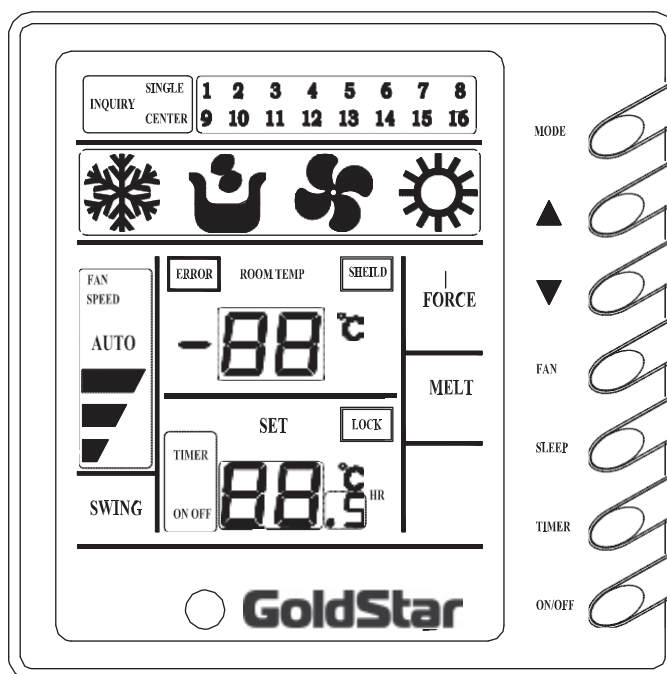

Рис. 7.19
7.5.6 Проводной групповой ZJA 011 (рис.7.19).